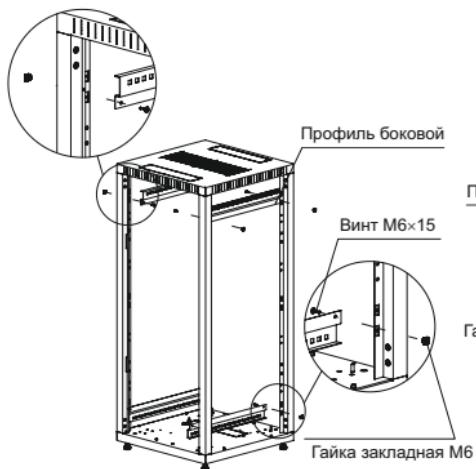

Рисунок 4 – Установка боковых профилей
3.4 Установите на собранный каркас шкафа сверху и снизу профили боковые, для этого вставьте закладные гайки M6 в квадратные отверстия на внешней стороне стоек, закрепите винтами M6×15 с полукруглой головкой (рисунок 4).